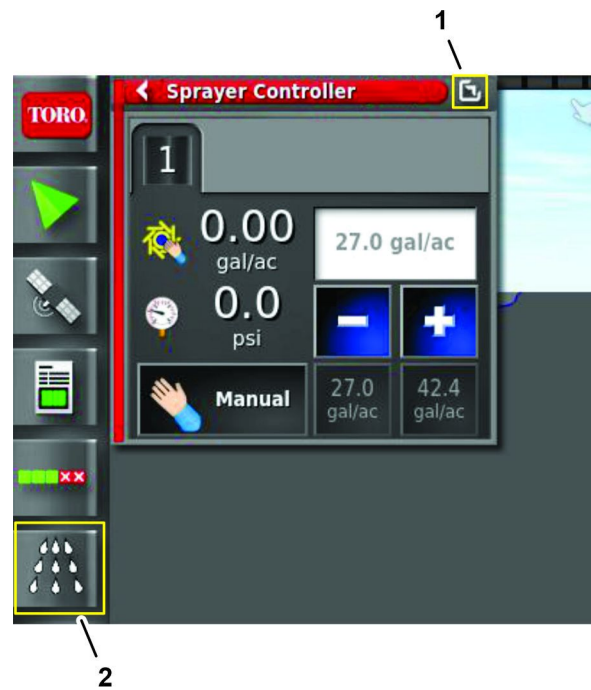

Bild 166
1. Tippen Sie auf der Steuerkonsole das Symbol SPRÜHMENGENSTEUERUNG und dann das Vollbild-Symbol in der oberen rechten Ecke der Sprühsteuerung (Bild 166).